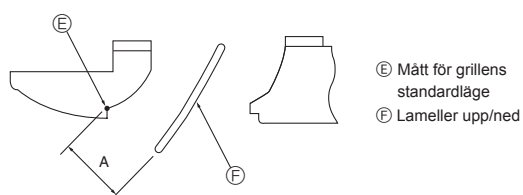

Fig. 8-10
- 3 För att justera den önskade luftflödesriktningen, flytta långsamt lamellerna upp/ner inom angivet område. (Fig. 8-10)